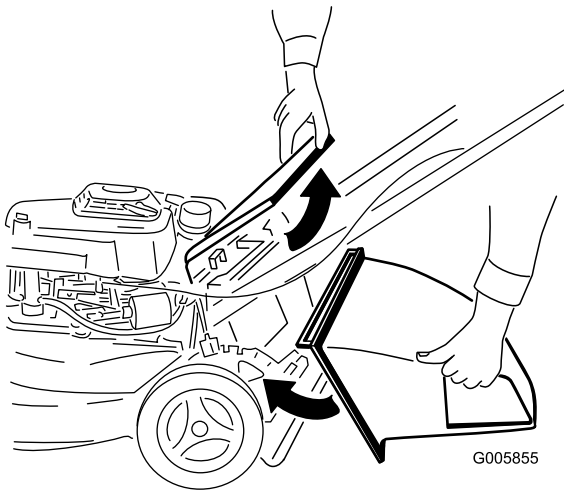

Figura 1
2. Levante y sujete la puerta trasera (Figura 1).
3. Instale el conducto de descarga lateral (Figura 1).